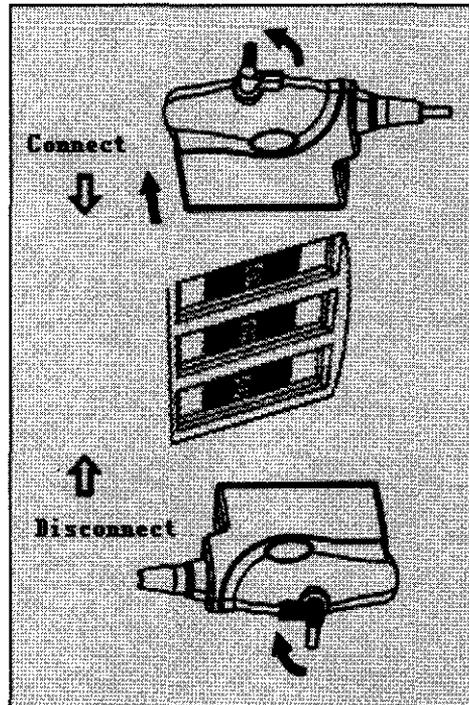

Figura 1.
2. Apague la unidad principal, coloque verticalmente el enchufe del cable del transductor en el conector para transductor de la unidad principal (véase Figura 1), luego gire 90° en sentido a las agujas del reloj la perilla del mango hasta la posición de "Ajuste".